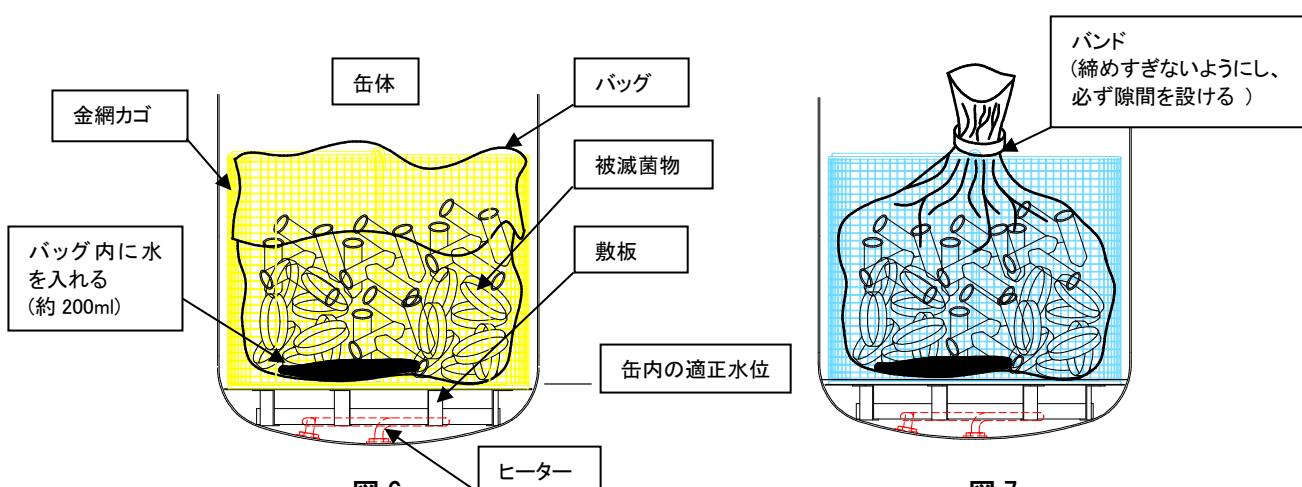

図 6
折り返したバッグ容積の 60%程度の内容量にとどめてください。(図 6)
- ❗ バッグの口は必ず開いてください。(図 6, 図 7)
- ❗ 確実な滅菌の為にバッグに 200ml 程度の水を入れてください。(図 6)